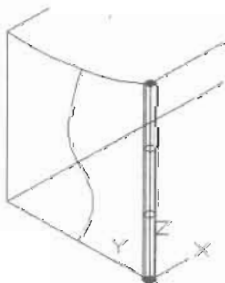

图 13-124
(1) 将生成的曲面移动到“网格”图层并隐藏该图层。
(2) 在命令提示行输入 MESH 命令并回车, 绘制一个圆柱体曲面, 如图 13-124 所示, 命令执行过程如下。